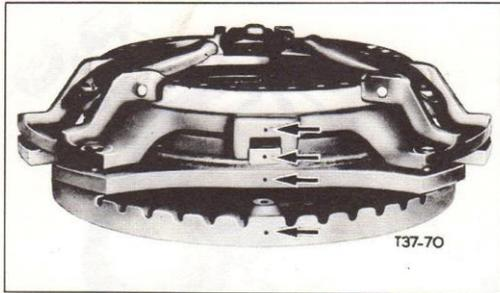

Fig. 6. - Embrayage double.
13. Maintenez les quatre repères en ligne selon la Fig. 6, puis comprimez l'embrayage jusqu'à ce que les vis de réglage puissent être montées dans les extrémités de tige du plateau d'embrayage de la boîte de vitesses.